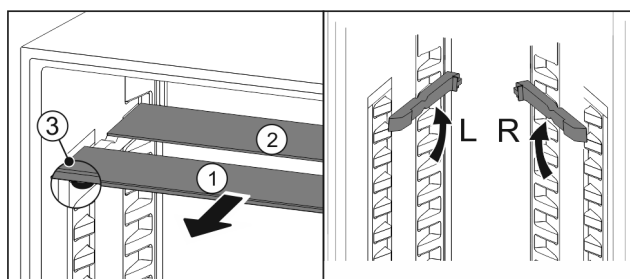

Fig. 129
- ▶ 将玻璃隔板逐个向前拉出 Fig. 129 (1)。
- ▶ 带装饰条的玻璃隔板 Fig. 129 (1) 在前。
- ▶ 阻挡装置 Fig. 129 (3) 指向下方。